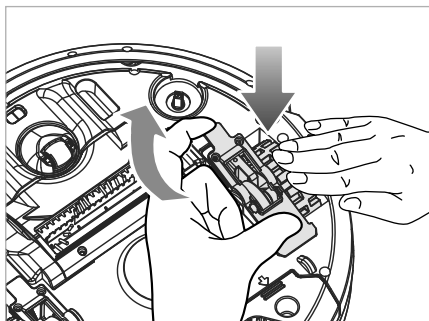

Fig. 20
- 2) Premere la ruota **20/34** verso il basso e disimpegnare la molla dalla copertura della ruota **19/35** e dal supporto della ruota. Rimuovere la copertura della ruota **19/35** dall'apparecchio (vedere fig. 20).